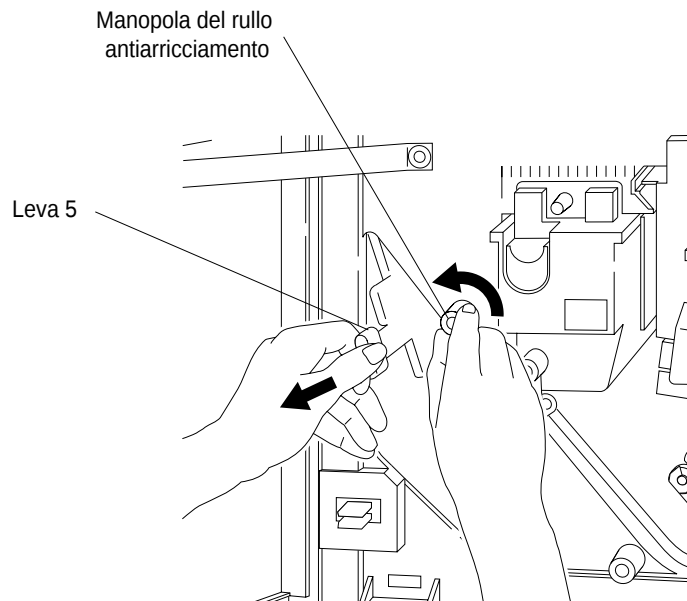

Figura 3-57 Rimozione della carta inceppata nell'unità di inversione
2. Individuare la leva 5 e spingerla verso il basso allontanandosi dall'area dell'unità fusore, come mostrato nella Figura 3-57.